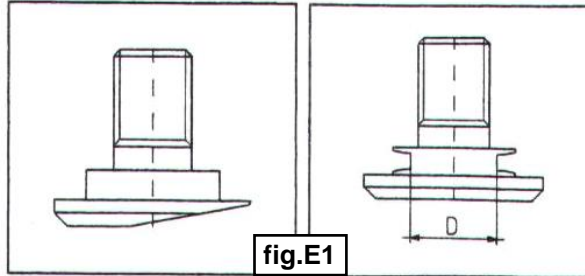

fig.E1
- Sostituire il perno porta-coltello se la testa della vite è inferiore a 13-15 mm. (D -fig.E1).
- Replace the blade-holder pin if the screw head measures less than 13-15 mm (D - fig.E1).